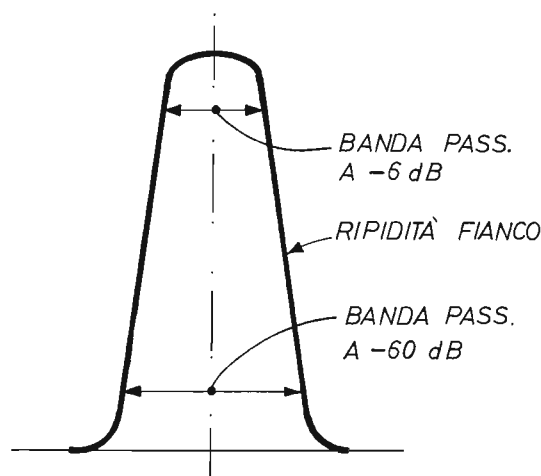

Fig. 10 - Indicazioni analitiche relative alle misure della banda passante e alle ripidità dei fianchi delle curve.
**Fig. 10** - Nel caso in cui i segnali radio captati fossero di forte intensità e quindi causa di distorsioni, occorrerà interporre, fra la presa d'antenna del ricevitore e la linea di discesa, questo semplice attenuatore, realizzato mediante un potenziometro, di tipo a variazione lineare, del valore di 470 ohm, servendosi ovviamente di cavoetto schermato.